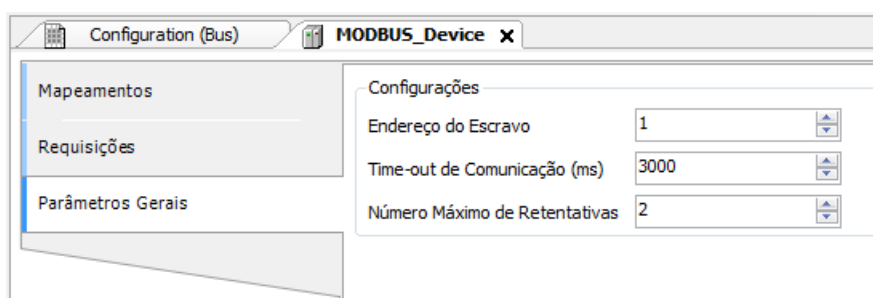

Figura 86: Tela de Configurações dos Parâmetros Gerais do Dispositivo
- Adicionar e configurar dispositivos através da aba Parâmetros Gerais, definindo endereço do escravo, time-out de comunicação e número de tentativas de comunicação como pode ser visto na Figura 86.